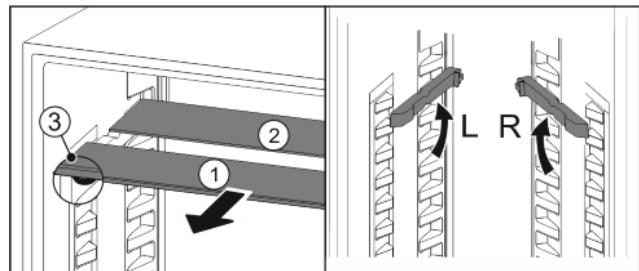

Fig. 20
- По одной извлеките Fig. 20 (1) стеклянные панели движением вперед.
- Стеклянная панель Fig. 20 (1) со стопорами лежит спереди.
- Стопоры показывают вниз Fig. 20 (3).